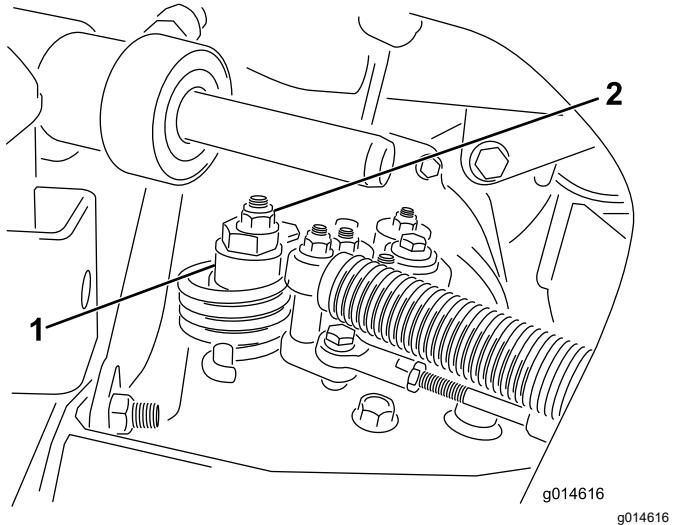

Figura 44
- A. Afloje la tuerca que sujetá el excéntrico a la parte superior del hidrostato (Figura 44).
- C. Gire el excéntrico hasta que no haya movimiento en ningún sentido. Cuando la rueda deje de girar, apriete la tuerca para bloquear el excéntrico y el ajuste (Figura 44). Compruebe el ajuste con el acelerador en las posiciones LENTO y RÁPIDO.